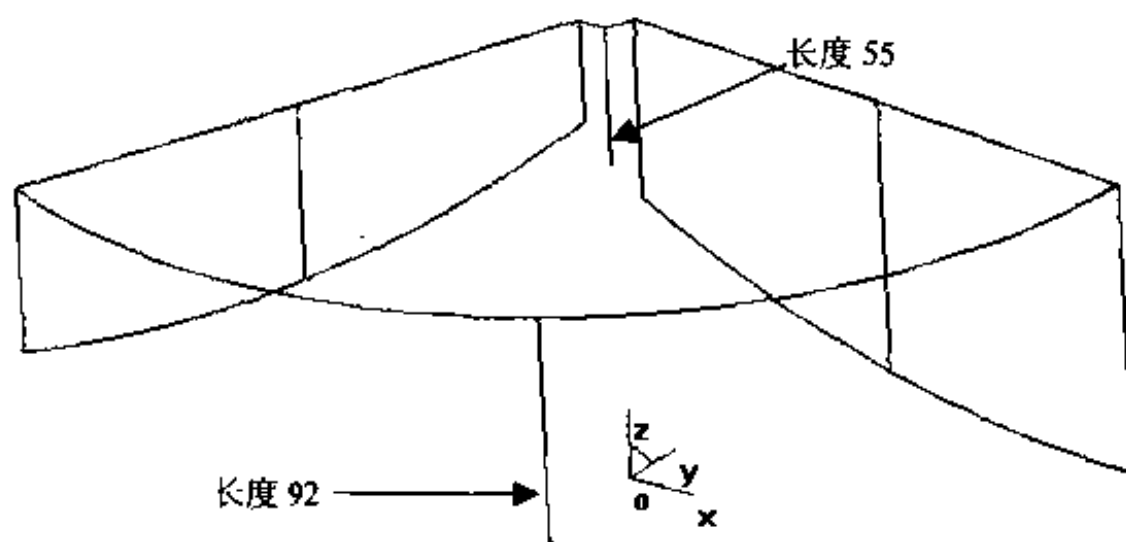

图 2.108 绘制负 Z 方向的两条垂线
- (6) 过与 XOY 平行面内两圆弧中点做两长度分别为 55 和 92 的垂直直线，如图 2.108 所示。